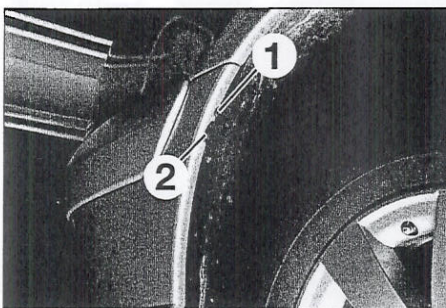

FIGURA 11-1
- En ambos lados, desmontar el tornillo de fijación (1) de los guardabarros sobre el parachoques y el tornillo de fijación lateral (2) (figura 11-1).